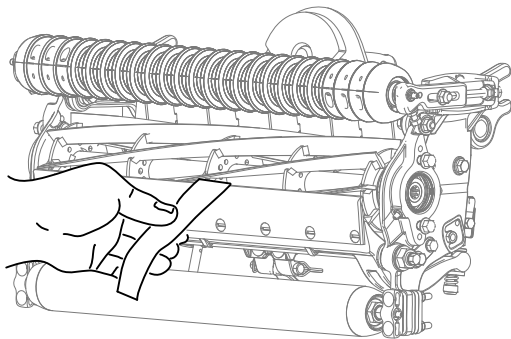

Figura 7
2. Teste o desempenho de corte inserindo uma fita comprida de desempenho de corte (número de peça Toro 125-5610) entre o cilindro e a lâmina de corte, perpendicular à lâmina de corte (Figura 7). Lentamente rode o cilindro para a frente; deve cortar o papel.